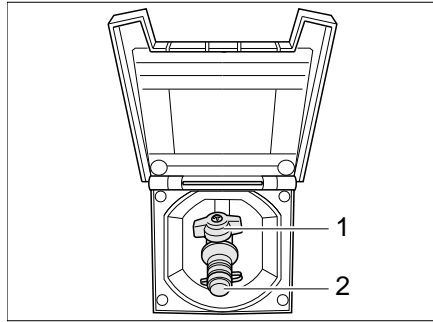

Bild 86 Externer Gasanschluss, Gasabsperrventil geschlossen
Der externe Gasanschluss (Bild 86) befindet sich je nach Modell am Heck oder auf der linken bzw. rechten Fahrzeugseite.
- Externes Gasgerät an der Anschluss-Stelle (Bild 86,2) anschließen.
- Das Gasabsperrventil (Bild 86,1) öffnen.